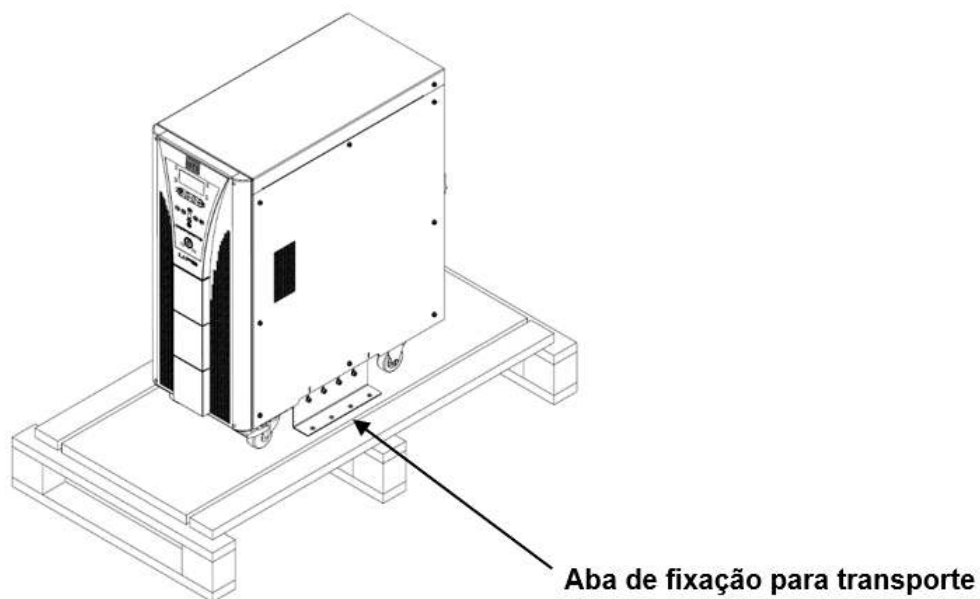

Figura 5.1: Aba de fixação
- Com uma chave Philips, desprender as abas de fixação parafusadas à base do produto e à base da embalagem de transporte, indicados na Figura 5.1;